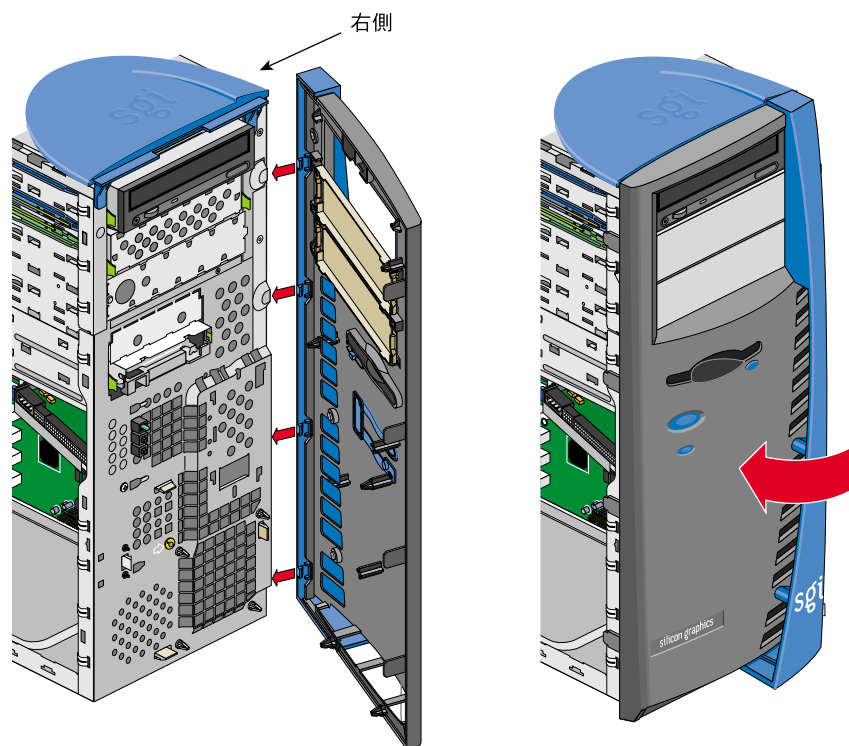

図 2-37 ベゼルの取り付け
- 図2-37に示すように、ベゼルの右側にある4個のタブの位置を確認します。
- 図2-37に示すように、本体とベゼルの右端を合わせ、各スロットに4個のタブが挿入されるようにします。